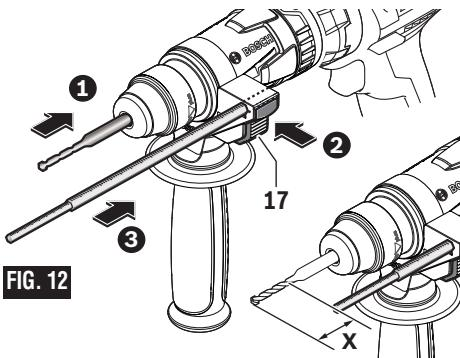

FIG. 12
La profondeur de perçage désirée **X** peut être spécifiée au moyen de la butée de profondeur (Fig. 12).
- ❶ Insérez l'embout de perçage SDS dans l'adaptateur du marteau. Voir « Insertion et retrait des embouts SDS » à la page 37.
- ❷ Appuyez sur la languette de verrouillage de la butée de profondeur **17**, située à l'extérieur du support de la butée de profondeur, afin de permettre le déplacement de la butée de profondeur dans le support.
- ❸ Tout en appuyant sur la languette de verrouillage, déplacez le support de la butée de profondeur jusqu'à ce que la pointe de la butée de profondeur soit placée derrière la pointe de l'embout et que la distance entre les deux pointes soit égale à la profondeur de perçage « **X** » souhaitée, comme illustré sur la Fig. 12.